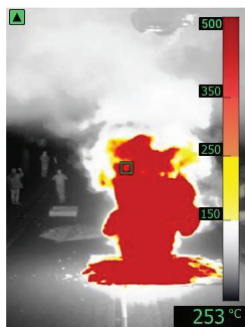

Figura 5.1 Imagen de la cámara térmica MSX®
5. La lectura de temperatura mostrada en la parte inferior derecha representa la medición del punto objetivo. Consulte la **Figura 5.1**.